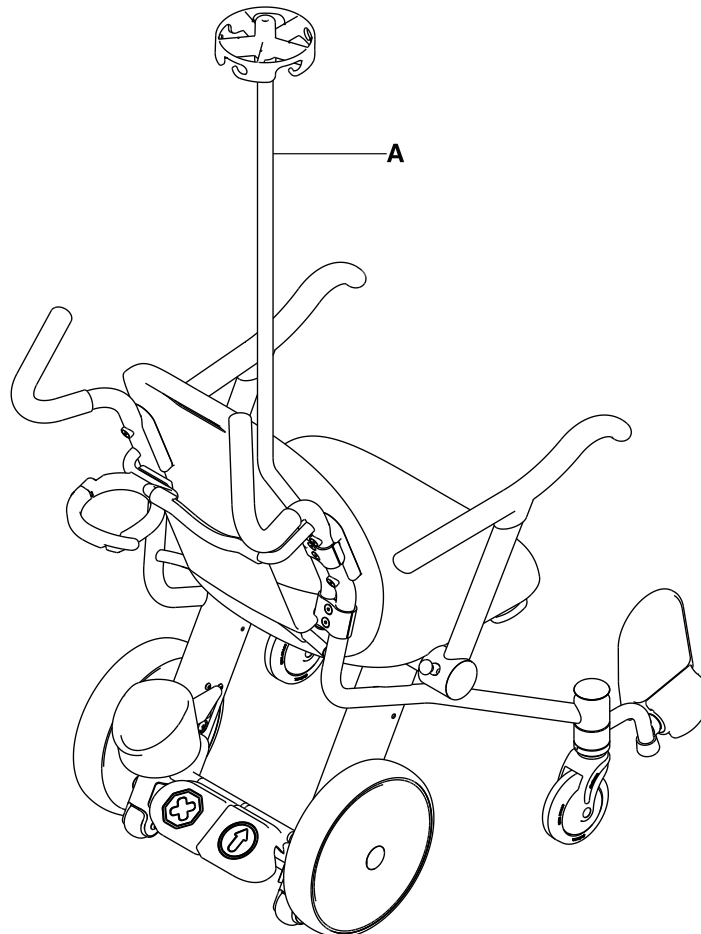

図15-15: 点滴ポール
1. オプションの点滴ポール (A) を引っ張り固定されていることを確認します (15-28ページの 図15-15)。